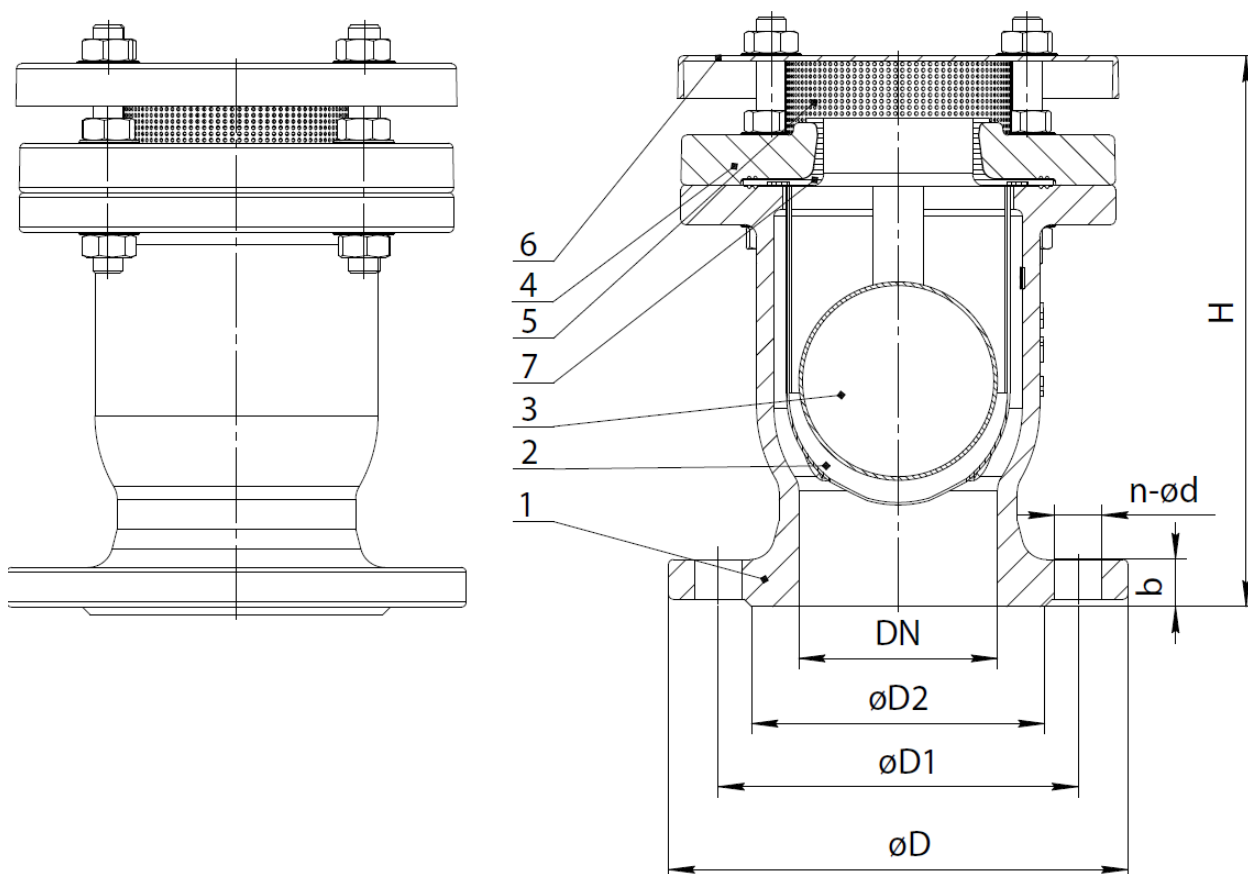

Рис. 1
1.3.1. Основные элементы конструкции воздухоотводчика приведены в табл.1, на рис.1.
1.3.2. При отсутствии воздуха в трубопроводе, под действием потока рабочей среды, шар (3) прижимается к крышке корпуса (4) и перекрывает выпускное отверстие воздухоотводчика. При скоплении воздуха в верхней части воздухоотводчика уровень воды падает, под действием собственного веса шар (3) опускается, воздух выходит через выпускное отверстие в крышке корпуса (рис.1). При осушении трубопровода воздух беспрепятственно проходит через воздухоотводчик в обратном направлении, предотвращая образование вакуума.